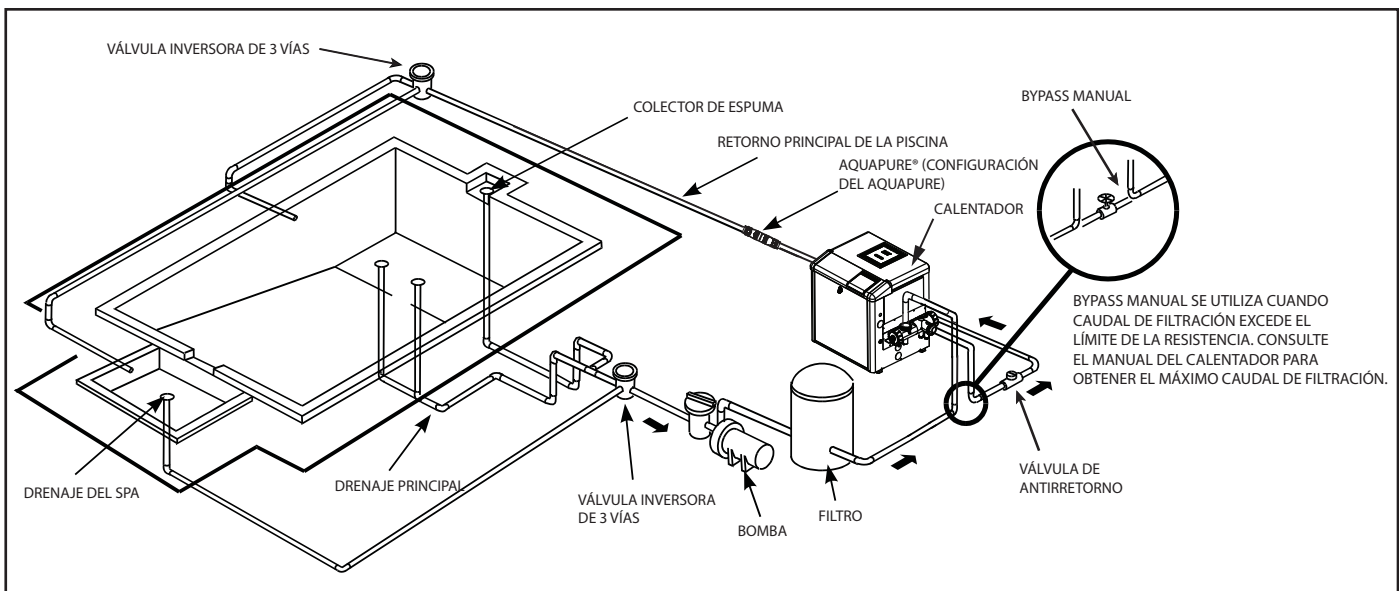

Figura 2. Instalación típica de tubería
1. Zodiac recomienda la instalación de la bomba dentro de un espacio de 30 cms. sobre el nivel del agua. Véase la Figura 2 de una instalación típica. La bomba no debe elevarse a más de un metro por encima del nivel del agua de la piscina. Una válvula de antirretorno se recomienda en la línea de succión de la bomba.
- La bomba de la serie Jandy Pro ePump deben conectarse con al menos dos (2) desagües principales hidráulicamente balanceados (salidas de succión), para cada línea de succión de la bomba. Véase la Figura 2. Cada desagüe debe estar provistos de tapas que cumplan con la última edición publicada de la norma ANSI / ASME A112.19.8, o su norma sucesora, ANSI/ APSP-16. Las salidas de succión de los principales drenajes deben estar a por lo menos un (1) metro de distancia o en planos diferentes. Las salidas de succión pueden ser un drenaje y un rebosadero, dos (2) desagües, dos (2) rebosaderos, o un rebosadero con una línea de igualación instalada. Para detalles adicionales y directrices, véase las normas ANSI / APSP 7, el estándar para evitar atrapamiento por succión en las piscinas, piscinas para niños, spas, jacuzzis, y sumideros. Compruebe los códigos locales los requisitos de una instalación correcta. Todos los códigos locales tendrán prioridad sobre otros códigos.